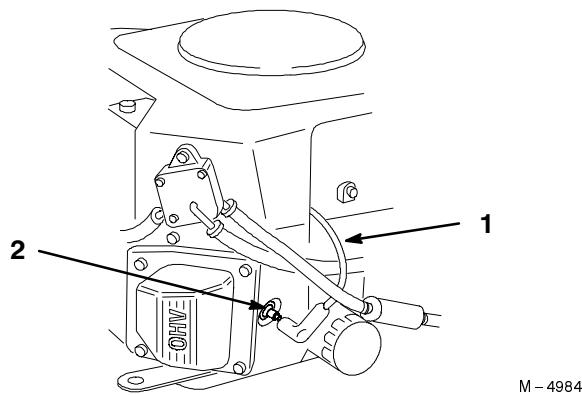

Bild 23
3. Ziehen Sie den/die Kerzenstecker von der(n) Zündkerze(n) (Bild 23). Reinigen Sie jetzt den Bereich um die Zündkerze(n), um zu verhindern, dass Schmutz in den Motor fallen und Schäden verursachen kann.
- Drücken Sie den/die Kerzenstecker auf die Zündkerze(n) auf (Bild 23).